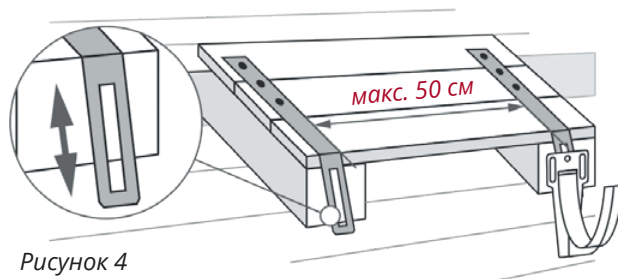

Рисунок 4
1. Установите первый и последний удлинитель кронштейна на скате к обрешетке, используя «жёлтые» саморезы PZ (5,0x40мм) (рис.4).
3. Используя шайбы, винты и гайки М6, закрепите пластиковые кронштейны на удлинителе в верхнее центральное отверстие (рис.4). Наклон желоба регулируется перемещением кронштейна относительно удлинителя по овальному отверстию вверх или вниз. Шаг между удлинителями не должен превышать 50 см.